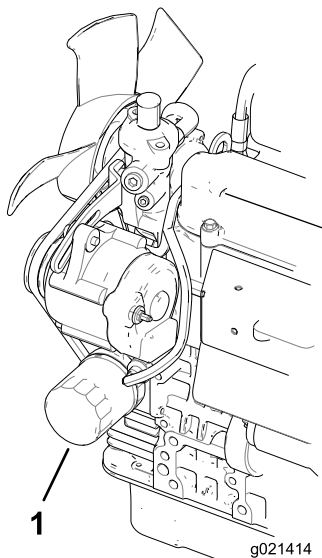

Figure 46
2. Déposez le filtre à huile (Figure 46). Appliquez une fine couche d'huile propre sur le joint du filtre de rechange avant de le mettre en place. **Ne serrez pas excessivement.**